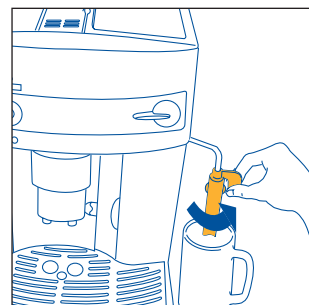

Fig.3
2. Tournez la buse à cappuccino vers l'extérieur, posez une tasse dessous (fig. 3) et mettez la machine en marche en appuyant sur la touche ① (fig.4).
- Tournez la buse à cappuccino vers l'extérieur de la machine (fig. 3).